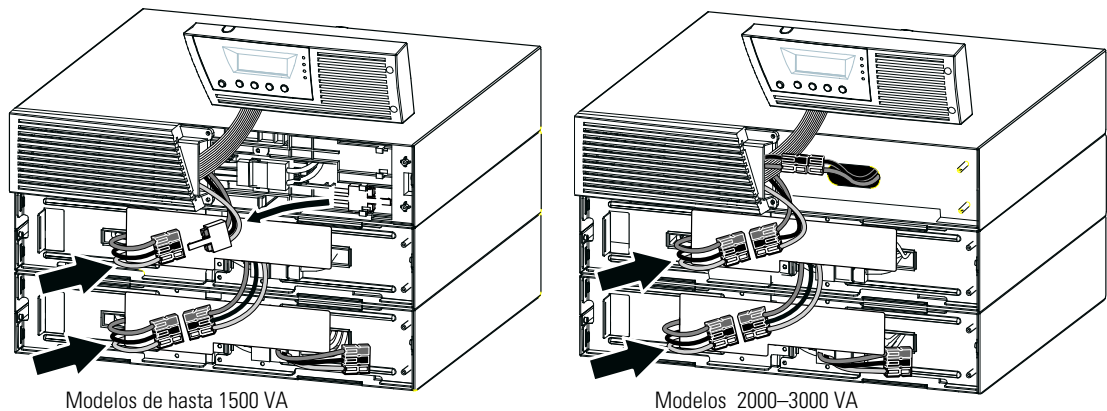

Figura 13. Instalación EBM típica
- Conecte los cables EBM al conector de las baterías tal y como se muestra en la Figura 13. Se pueden conectar hasta cuatro EBM al SAI.